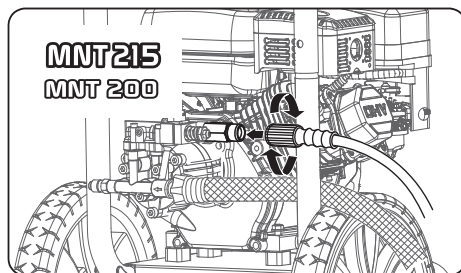

Fig.8
G. RACCORDER LE TUYAU HAUTE PRESSION À LA POMPE (Voir fig. 8 et fig. 8 bis)
Fig.8 bis
- Laisser le moteur tourner pendant plusieurs secondes puis faire glisser graduellement le levier de starter sur la position MARCHE (RUN) pendant que le moteur chauffe. (Fig 8)